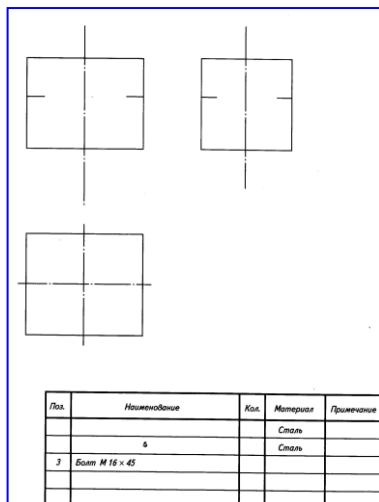

рис. 1
3. На формате 1. Построить болтовое соединение по относительным размерам на рис. 1.